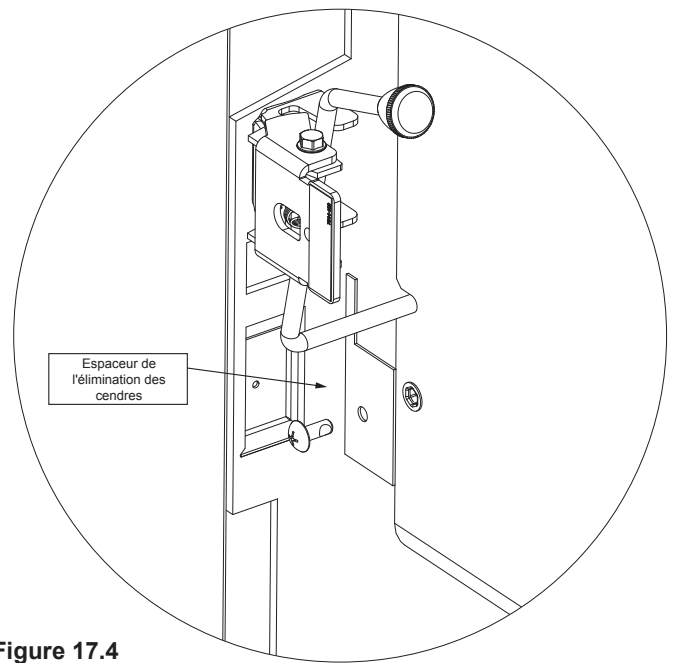

Figure 17.4
3. Installez l'espaceur ARS sur le côté gauche à l'aide d'un boulon et le tournevis cruciforme (Figure 17.4).
2. Installez l'espaceur ARS sur le côté gauche à l'aide d'un boulon et le tournevis cruciforme (**Figure 17.4 à la page 17**).